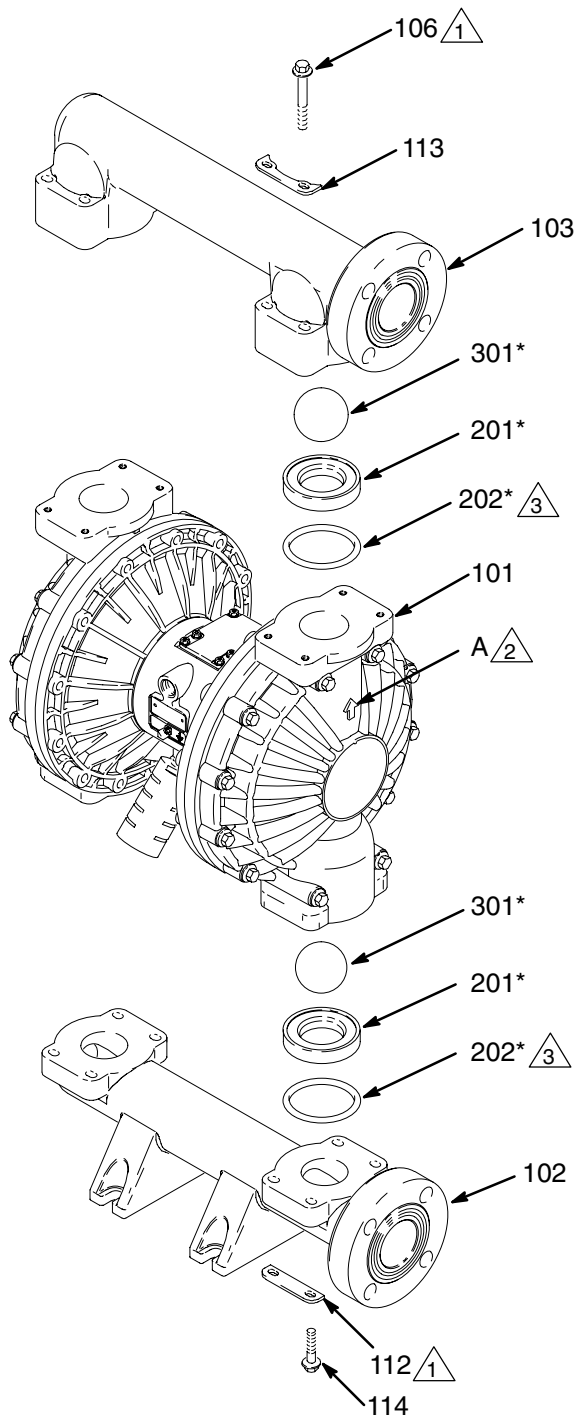

Fig. 11
3. À l'aide d'une clé à douille de 10 mm, retirez les huit boulons (106) et les quatre rondelles (113) maintenant le collecteur de sortie (103) aux capots à fluide (101). Consultez la Fig. 11.
4. Retirez les sièges (201), les billes (301) et les joints toriques (202) du collecteur.
**REMARQUE :** certains modèles n'utilisent pas de joints toriques (202).
5. Retournez la pompe et retirez les boulons (112), les rondelles (114) et le collecteur d'entrée (102). Retirez les sièges (201), les billes (301) et les joints toriques (202) des capots à fluide (101).
2. Remontez dans l'ordre inverse, en suivant toutes les remarques de la Fig. 11. Assurez-vous que les clapets à bille sont montés **exactement** comme indiqué. Les flèches (A) sur les capots à fluide (101) **doivent** être orientées vers le collecteur de sortie (103).
- 2  La flèche (A) doit être orientée vers le collecteur de sortie (103).